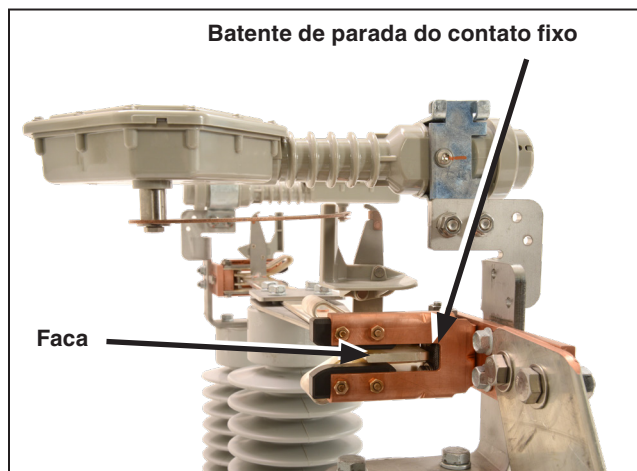

Figura 34. Verifique se a faca está totalmente fechada e dentro da margem de 3,2 mm ( $\frac{1}{8}$  polegada) do batente do contato fixo.
- (b) Com a alavanca de operação movimentada na excursão máxima na direção de fechamento, os dois contatos principais de cada polo de chave estão totalmente fechados e com a faca afastada em torno de 3,2 mm ( $\frac{1}{8}$  polegada) do batente nos dois conjuntos de contatos fixos. Ver Figura 34.